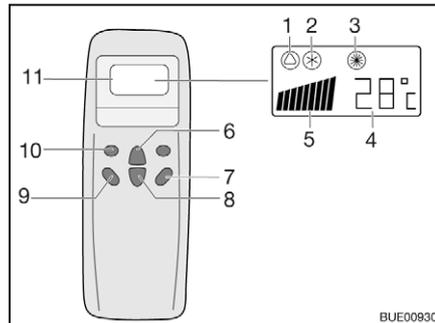
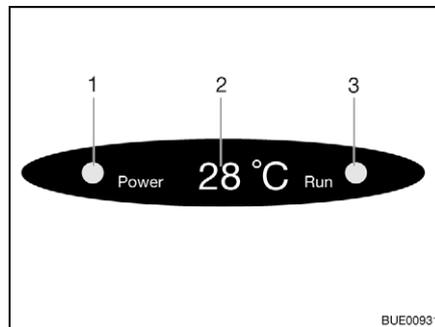

Fig. 181 Mando a distancia
Fig. 182 Indicación en el difusor
- Pulsar la tecla "ON/OFF" (Fig. 181,7).
- Pulsar la tecla "Mode" (Fig. 181,10) las veces que sean necesarias hasta que se visualice el modo de funcionamiento deseado (Fig. 181,1, 2 ó 3) en el display. La luz de control correspondiente en la indicación del difusor (Fig. 182,3) estará encendida.
- Ajustar la temperatura deseada con las teclas Aumentar temperatura (Fig. 181,6) o Reducir temperatura (Fig. 181,8).
- Seleccionar la etapa deseada del ventilador con la tecla Velocidad del ventilador (Fig. 181,9).